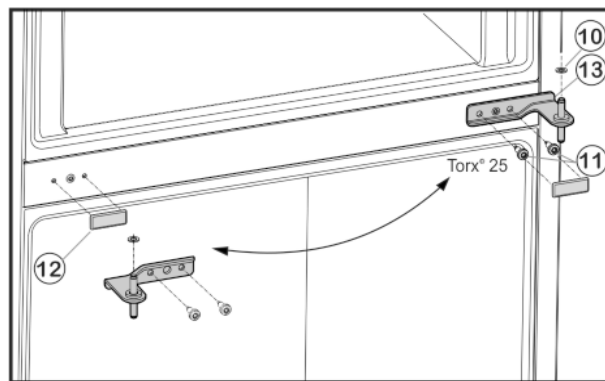

Fig. 6
- Odšroubujte upevňovací šrouby Fig. 6 (11) (2 x Torx® 25) a stojan ložiska uprostřed vytáhněte ze spodních dvířek.
- Vyjměte plastovou podložku Fig. 6 (10).
- Kryt Fig. 6 (12) opatrně stáhněte.
- Kryt Fig. 6 (12) opět nasadte na protilehlé straně.
- Prostřední stojan ložiska Fig. 6 (13) otočený o 180° nasadte do spodních dvířek a našroubujte jej pomocí upevňovacích šroubů Fig. 6 (11) (2 x Torx® 25) pevně na novou stranu závěsu dveří (**4 Nm**).
- ▶ Opět nasadíte plastovou podložku Fig. 6 (10).
- ▶ Horní dvířka usadíte na prostředním ložiskovém čepu Fig. 6 (13).